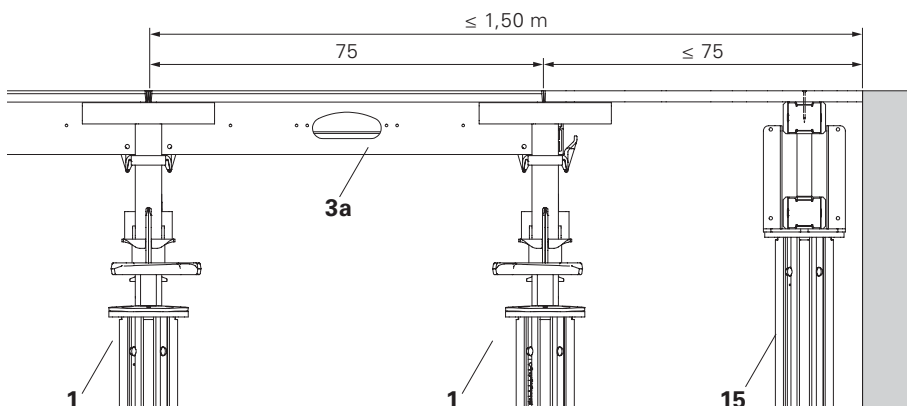

Fig. A5.31
1. Continuare ad armare con puntello, trave SLT 225 (2) ed elemento (3) posizionato di traverso. Chiudere lo spazio rimanente fino alla testa d'appoggio successiva con un elemento SDP 75 x 75 (3a). (Fig. A5.31 + A5.32)